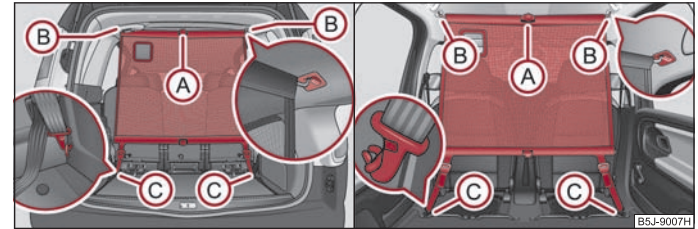

Abb. 61 Verwendung des statischen Trennnetzes hinter den Rücksitzen / hinter den vorderen Sitzen
- Setzen Sie die Querstange in die Aufnahme ② erst auf der einen Seite und drücken die Querstange nach vorn. Auf gleiche Weise befestigen Sie die Querstange an der anderen Fahrzeugseite, Aufnahme ② ⇒ Abb. 61.
- Hängen Sie die Karabiner ③ an den Bandenden in die Verzurrösen hinter den Rücksitzen.
- Lösen Sie Bänder auf beiden Seiten und hängen Sie die Karabiner ③ aus ⇒ Abb. 61.
- Nehmen Sie die Querstange aus den Aufnahmen ② heraus. ▶
Einbau und Ausbau des statischen Trennnetzes hinter den vorderen Sitzen → Seite 65, Abb. 61 rechts erfolgen analog wie hinter den Rücksitzen. Zum Einhängen der Karabiner verwenden Sie die Ösen hinter den vorderen Sitzen. Zum Vergrößern des Gepäckraums können Sie die hinteren Sitze ausbauen.